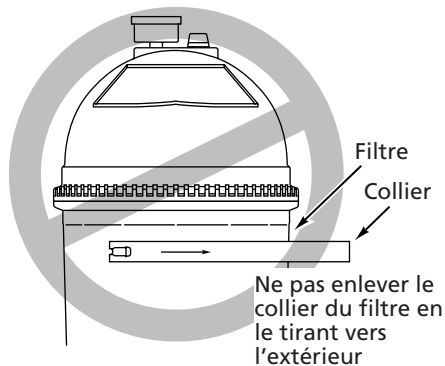

Figure 2
Figure 2 – Courbe de rendement du filtre. Trouver le débit dans le tableau et remonter jusqu'à ce que la ligne croise la courbe pour déterminer la chute de pression du filtre
**REMARQUE :** Ne pas tirer le collier sur le côté du filtre, sinon il pliera et il sera endommagé (voir la Figure 2).